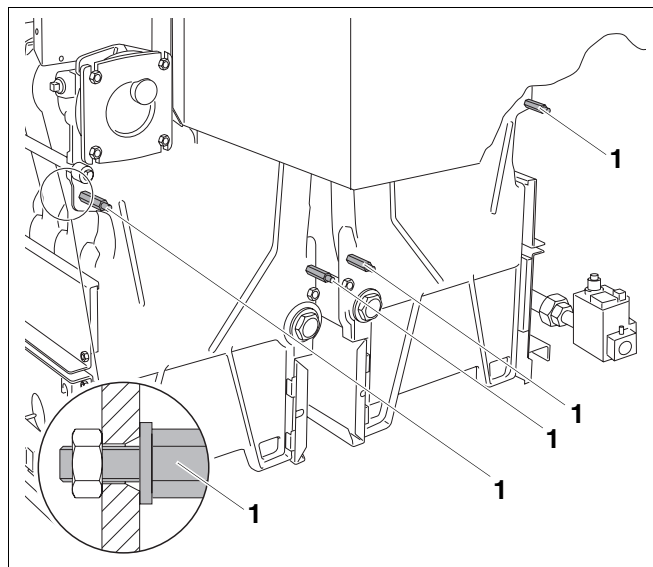
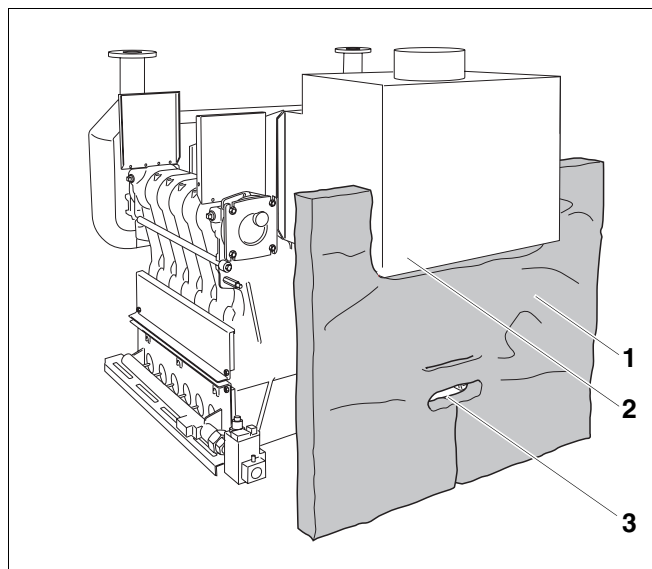

Рис. 45 Установка распорных шпилек
Рис. 46 Прижать теплоизоляцию задней стенки
- Установить четыре распорных шпильки M8 x 75 (рис. 45, поз. 1) для крепления задних стенок (гайка с напрессованной шайбой сзади, подкладная шайба спереди).
Для правильного расположения теплоизоляции задней стенки (рис. 46, **поз. 1**) соблюдайте следующее:
- Вырез (рис. 46, **поз. 2**) в теплоизоляции должен быть направлен к коллектору дымовых газов.
- Вывести распорные шпильки (рис. 45, **поз. 1**, стр. 41) через прорезы в теплоизоляции (рис. 46, **поз. 1**) так, чтобы они были свободны.
- В нижней прорези (рис. 46, **поз. 3**) должны находиться незакрытыми нижние ступицы котла.
- Светлая сторона теплоизоляции задней стенки (рис. 46, **поз. 1**) должна быть направлена к блоку котла.
- Прижать теплоизоляцию (рис. 46, **поз. 1**) к задней стороне котловых блоков.